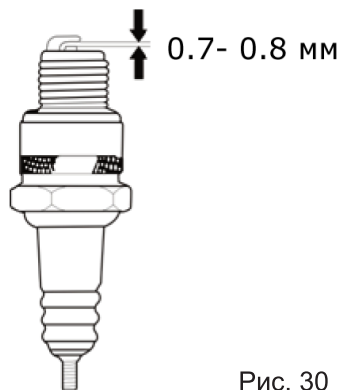

Рис. 30
5. Проверьте зазор между электродами свечи зажигания. Он должен составлять 0.7-0.8мм (Рис. 30). При необходимости отрегулируйте зазор.